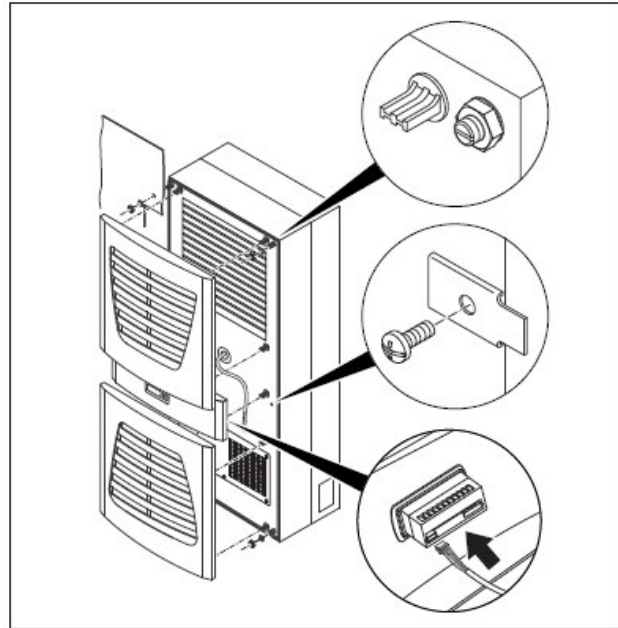

图17：固定机柜空调
- 根据需要，可使用所提供的安装板对装置做附加固定，如图17所示。